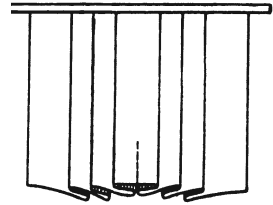

Рис. 186
На рис. 186 схематично изображена укороченная юбка. От середины переда в каждую сторону заложено по 3 односторонние складки.
При расположении складок сериями за ширину складки принимается расстояние между двумя краями складки. Из рис. 186 понятно, по-
6. Заложите бумагу от одного края к другому, формируя все складки, как они будут лежать на ткани. Не забудьте, что верхняя поверхность лекала соответствует лицевой стороне одежды (см. рис. 186).
4. Продолжайте эксперимент, закладывая на этот раз складки слева на левую сторону, а складки справа — на правую, как на рис. 186. Вы убедитесь, что глубина складок подойдет одна к другой на срединной линии. Так быть не должно, потому что на юбке в этом месте образуется вздутие.